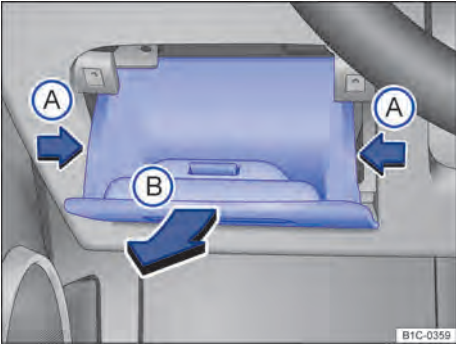

Fig. 170 No lado do condutor do painel de instrumentos: cobertura da caixa de fusíveis.
- Abrir o porta-objetos, pressionar ambas as superfícies laterais para dentro ⇒ Fig. 170 (setas A) e retirar do painel de instrumentos (seta B).